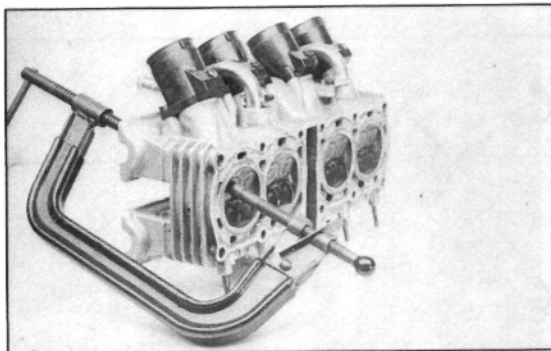

Bild 125
- Mit Ventildrucksprenger (Bild 125) Ventildrucksprenger demontieren.